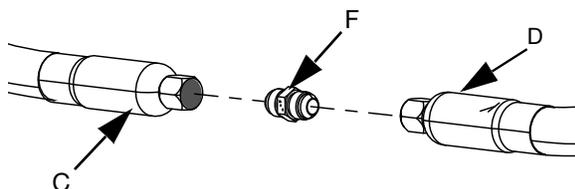

FIG. 24
- 6. Si está utilizando dos mangueras de suministro (C y D), utilice el accesorio de conexión entre las mangueras de suministro 1 y 2 (F) para conectar la manguera de suministro 1 (C) a la manguera de suministro 2 (D). Consulte la FIG. 24.